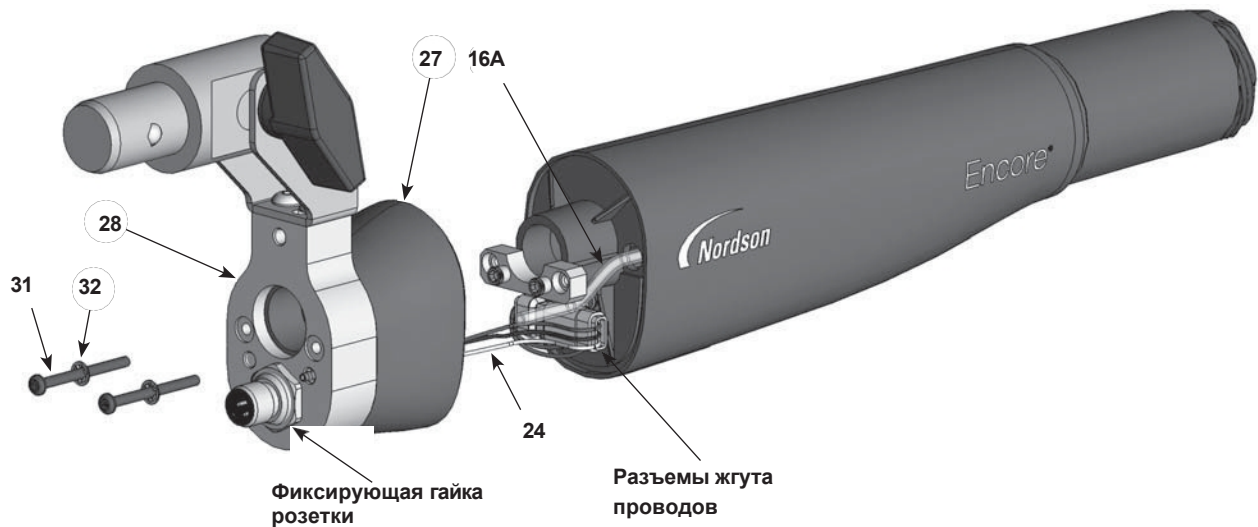

Рисунок 7-2 Разборка пистолета – Замена пороховой трубки
3. См. рисунок 7-2. Выкрутите и снимите два винта с внутренним шестигранником (31) и стопорные шайбы с внутренними зубцами (32) с торцевой крышки (28).
- в. См. Рисунок 7-2. Отвинтите контргайку с розетки, затем снимите розетку и жгут проводов с торцевой крышки.
17. См. Рисунок 7-2. Установите торцевую крышку и заднюю часть корпуса пистолета на корпус пистолета, следя за тем, чтобы не пережать провода жгута.